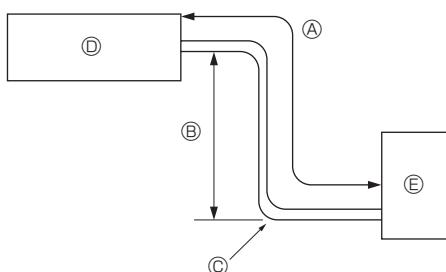

Fig. 2-1
① Verbindingspijp.....x1
2.1. Koelpijpen (Fig. 2-1)